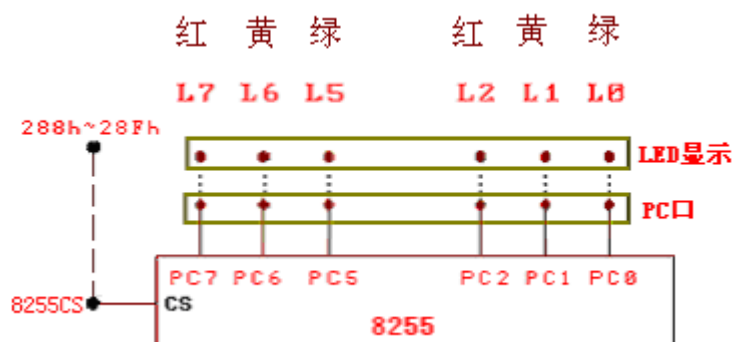

图 4-7-1
1、如图4-7-1, L7、L6、L5作为南北路口的交通灯与PC7、PC6、PC5相连, L2、L1、L0作为东西路口的交通灯与PC2、PC1、PC0相连。编程使六个灯按交通灯变化规律亮灭。